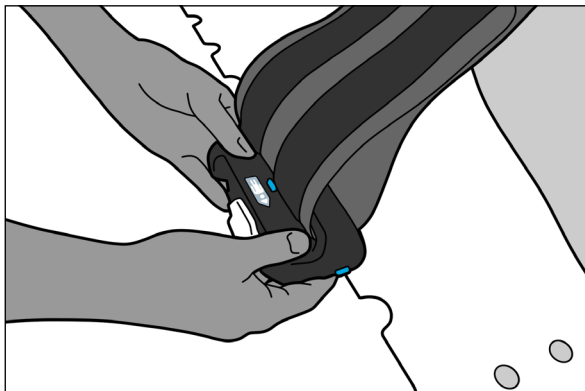

Fig. 10
7. Installare l'altro morsetto sul bordo opposto del dispositivo e bloccarlo (Fig. 10).